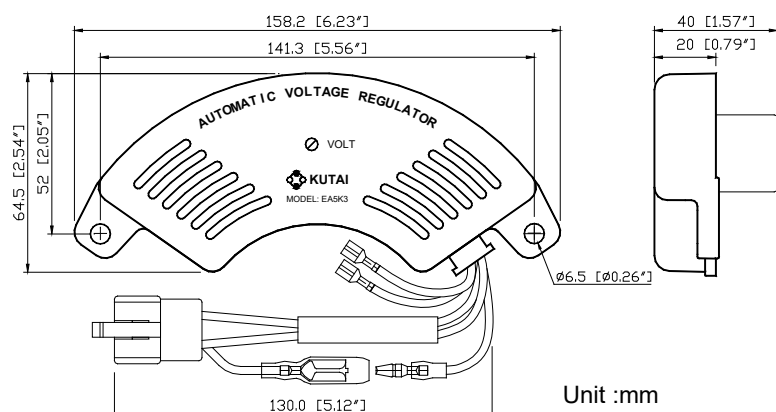

図 2 寸法図
- 1.電圧調整器は発電機セットの任意の適切な位置に取り付け可能であり、外形および取付穴径は図 2 のとおりです。
CN1 コネクタの接続ピンが誤接続	図 2 を参照し配線を修正